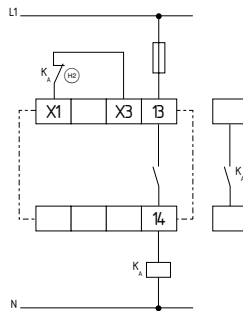

Fig. 10
**Comando de canal único (ver Fig. 10)**